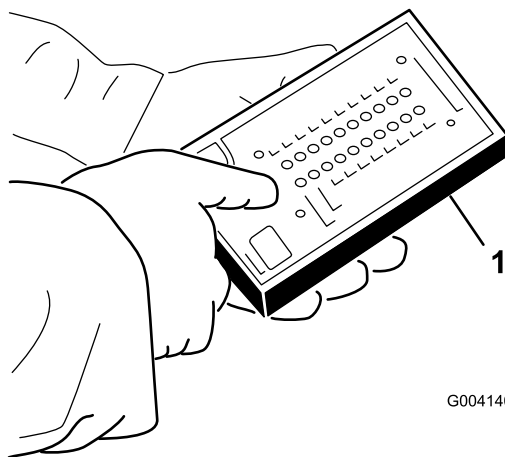

Рисунок 103
5. Подсоедините разъем диагностического дисплея ACE к соединителю жгута проводов (Рисунок 103).